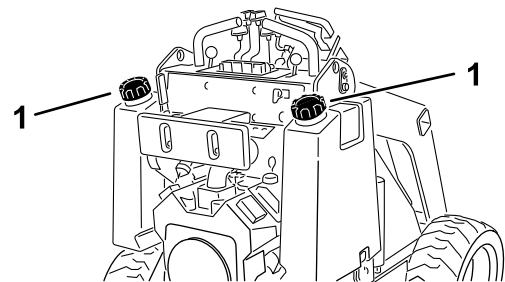

Figura 6
3. Limpie la zona alrededor del tapón del depósito de combustible y retire el tapón (Figura 6).